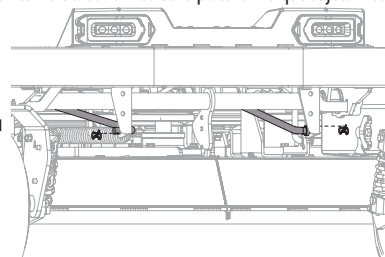

Figura 50
- Extraiga los dos pasadores con unión curva de las varillas de la plataforma que sujetan los soportes del varillaje de elevación centrales delanteros a los soportes de elevación centrales delanteros de la plataforma y tire del extremo delantero de las varillas fuera de su lugar. Consulte la Figura 50.